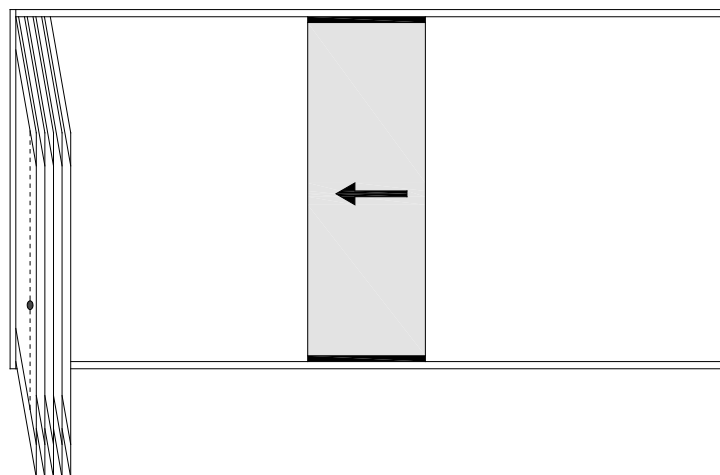

Fig.4
- Ripetere l'operazione fino ad avere parcheggiato sul lato incernierato tutte le ante. (Fig.4)